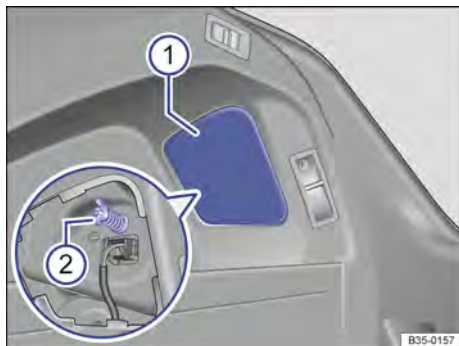

Fig. 210 Na carroceria: desinstalar a lanterna traseira.
3. Retirar a capa → Fig. 210 ①.
4. Remover o parafuso de fixação ② com a mão.
15. Pressionar o travamento do conector ③ contra o sentido da seta.
Segurar a lanterna traseira na aproximadamente com uma das mãos e rosquear o parafuso de fixação com a outra → Fig. 210 ②.
18. Instalar a capa ①.